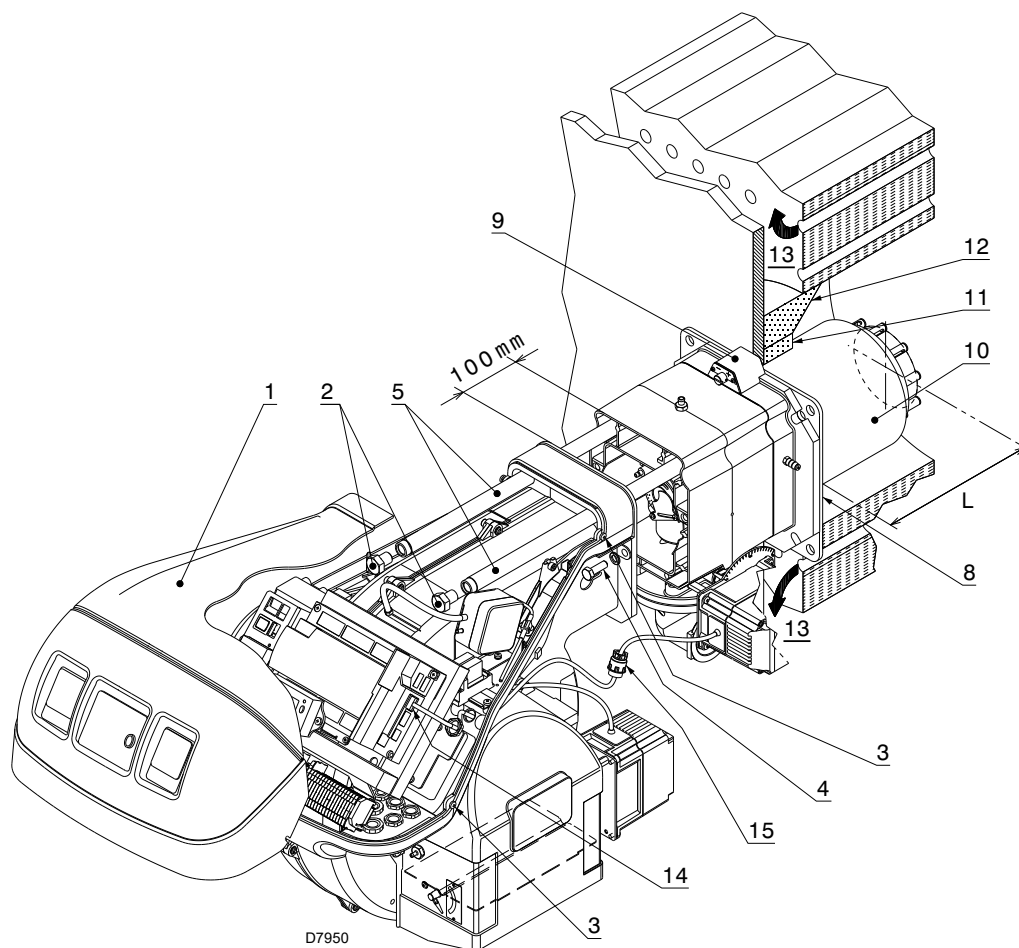

Fig. 16
Pour les chaudières avec circulation des fumées sur l'avant 13)(Fig. 16), ou avec chambre à inversion de flamme, réaliser une protection en matériau réfractaire 11), entre réfractaire chaudière 12) et buse 10).
Séparer ensuite la tête de combustion du reste du brûleur, comme dans la Fig. 16; procéder comme suit:
- remonter le brûleur sur les glissières 3) à 100 mm environ du manchon 4) - brûleur dans la position illustrée dans la Fig. 16 à la page 22;
- brancher la fiche du servomoteur 14)(Fig. 16) edet visser le passe-câble 15);